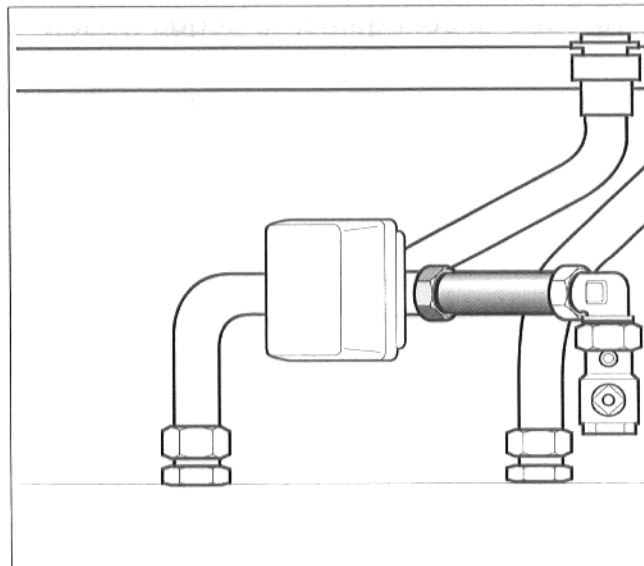

Fig. 8: tubo di mandata, rubinetto di manutenzione
- Montare il tubo di mandata tra la valvola a tre vie ed il rubinetto di manutenzione alla mandata caldaia. Tenere presente l'anello di serraggio! (Fig. 8).